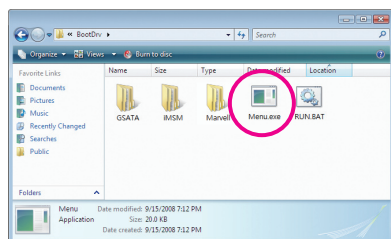
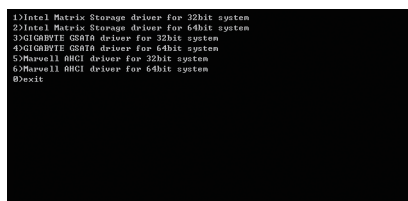

図4
図5
- 2: 光学ドライブフォルダから、**BootDrv**フォルダの **Menu.exe** ファイルをダブルクリックします (図4)。図5のようなコマンドプロンプトウィンドウが開きます。
- 3: 空のフォーマット済みディスクを挿入します。メニューから対応する文字を押すことでコントローラドライバを選択し、<Enter>を押します。例えば、図5でメニューから、